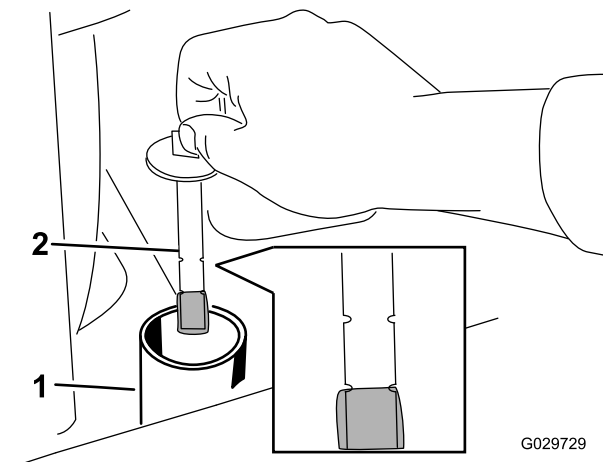

Рисунок 67
6. Снимите крышку гидравлического бака и извлеките масломерный щуп (Рисунок 67).